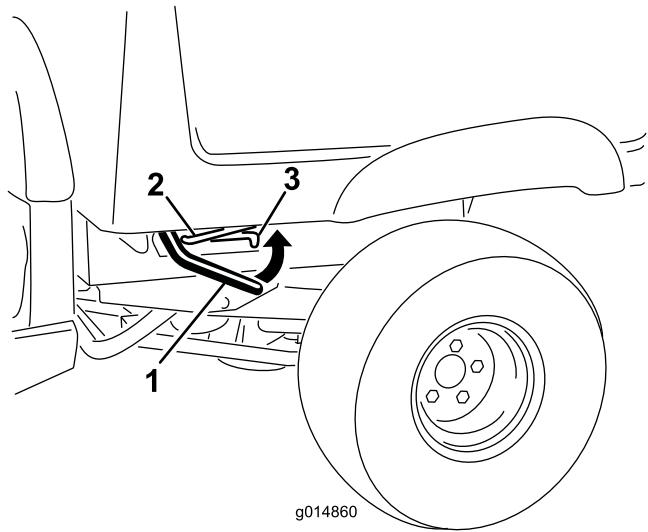

Figure 10
1. Levez le levier de verrouillage situé de chaque côté près du coin avant du plateau, et relevez le plateau (Figure 10).
2. Bloquez le plateau en tirant la bêquille dans le cran de verrouillage au bout de la fente située dans le cadre gauche de la machine (Figure 10).
1. Relevez légèrement le plateau en soulevant le levier de verrouillage (Figure 10).
2. Tirez la bêquille hors de la fente de verrouillage (Figure 10).
3. Abaissez le plateau jusqu'à ce qu'il se verrouille fermement (Figure 10).